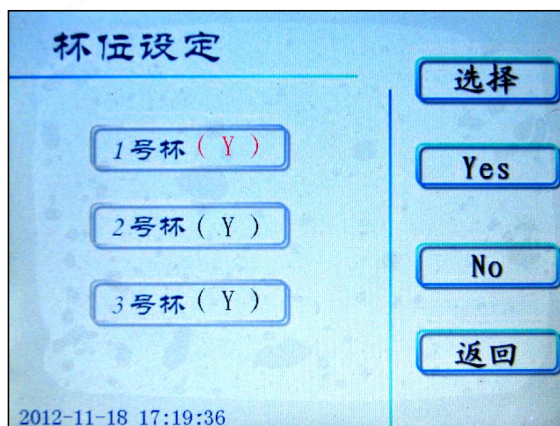

图 13 杯位设定页面
7. 在设置页面，按 **杯位设定** 键进入杯位设定页面（图 13），按 **选择** 键选择杯位号，按 **Yes** 或 **No** 键命令该杯位参与测定或不参与测定。